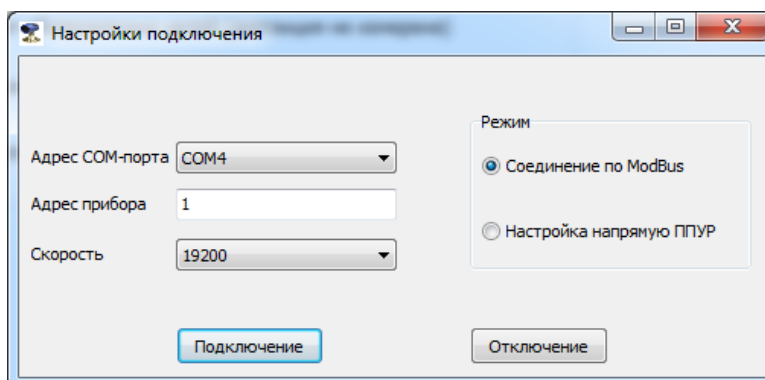

Рис.14. Настройки подключения.
5.1.2. Запустить на ПК программу «Монитор Взлет РУ». Появится окно «Настройки подключения» (рис.14), в котором необходимо установить:
В этом случае следует нажать кнопку «Отключение» (закреть канал связи) в окне «Настройки подключения» (рис.14), проверить электрические подключения к ПК и уровнемеру, а также корректность значений параметров связи. Особое внимание обратить на параметры: **Адрес СОМ-порта**, **Адрес прибора**, **Скорость**.